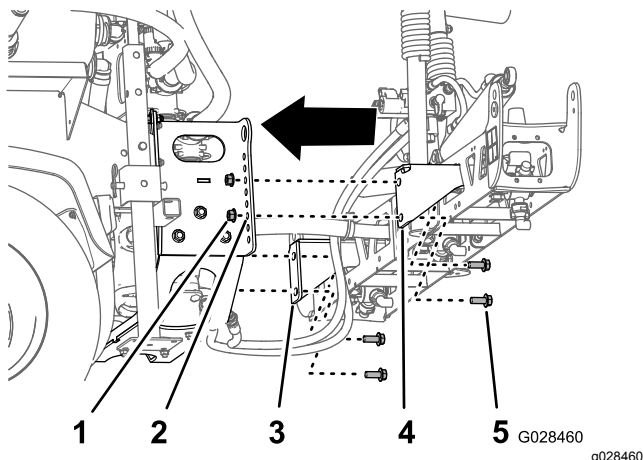

Bild 39
2. Fluchten Sie das untere Loch in der Befestigungshalterung für den Abschnitt des mittleren Auslegers mit dem dritten Loch von unten in den Auslegerstützen am Gestellrahmen des Sprühfahrzeugs aus, wie in **Bild 39** abgebildet.